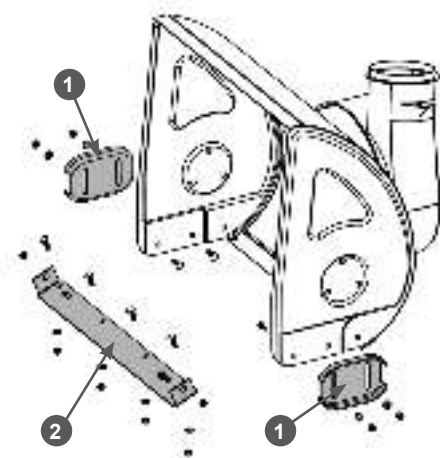

Рис. 46 Обслуживание кожуха шнеков
1. Открутите гайки, извлеките болты крепления ползков 1 (Рис. 46) и снимите ползки с кожуха шнеков.
2. Переверните ползки на 180 градусов или установите новые ползки и закрепите их четырьмя болтами и гайками (Рис. 46). Перед окончательной затяжкой гаек отрегулируйте высоту забора снега.
Для наглядности на Рис. 46 кожух шнеков показан без шнеков, редуктора и валов.
1. Открутите гайки, извлеките болты крепления и снимите нижнюю накладку 2 с кожуха шнеков (Рис. 46).
2. Установите новую нижнюю накладку и закрепите ее болтами и гайками (Рис. 46).